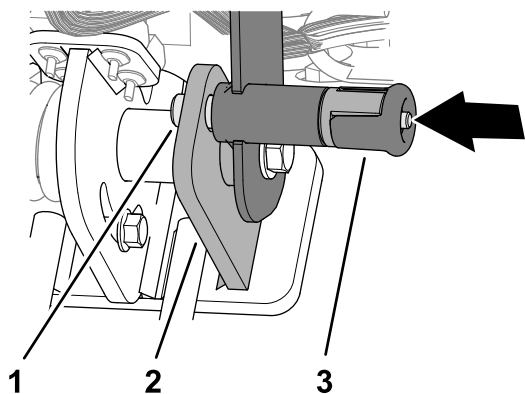

図 6
4. ハンドルバーを上に戻し、ハンドルバーラッチピンで固定する 図 6。